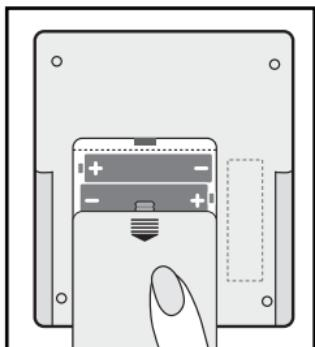

Рис. 2
1. Откройте крышку отсека для элементов питания и вставьте 4 элемента типа АА как указано на схеме, расположенной внутри отсека. Убедитесь, что полярность соблюдена. Не прилагайте чрезмерных усилий при снятии крышки отсека для элементов питания (рис. 2).